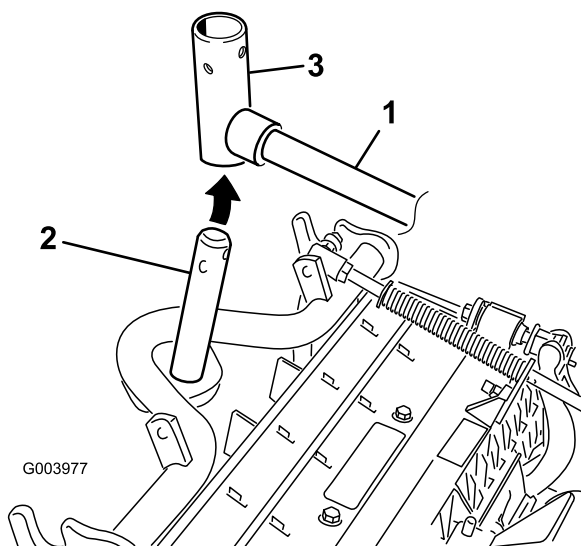

Figura 8
8. En el caso de las unidades de corte delanteras, deslice una unidad de corte debajo del brazo de elevación mientras coloca el eje del bastidor de tiro en la horquilla de pivote del brazo de elevación (Figura 8).
- B. Introduzca la horquilla del brazo de elevación en el eje del bastidor de tiro (Figura 8).